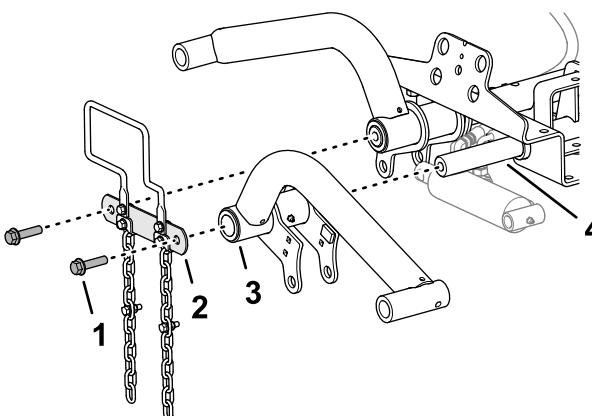

Figura 11
2. Assemblate il giunto dell'albero di articolazione agli alberi di articolazione del braccio di sollevamento (Figura 11) con le 2 viti a testa cilindrica flangiata (1/2" x 2") che avete rimosso in Preparazione all'installazione dei bracci di sollevamento \(pagina 17\).